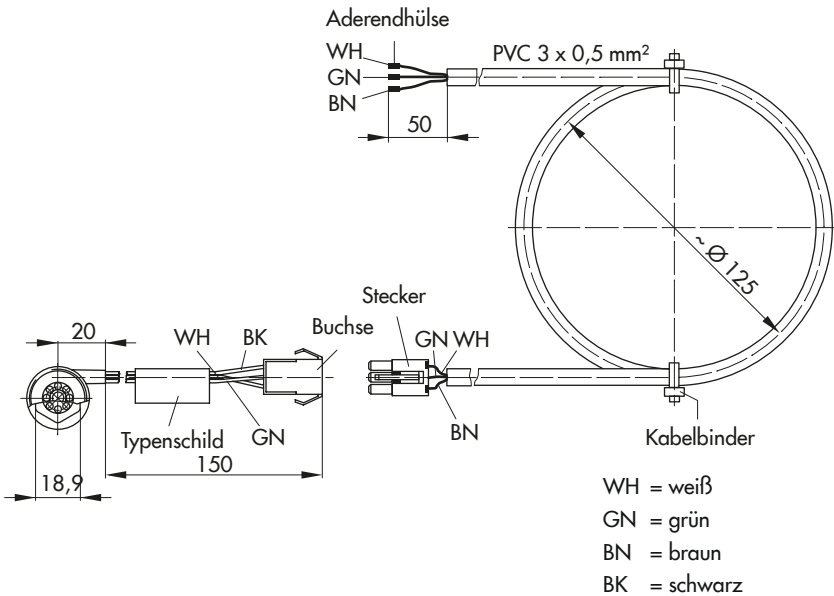

Bild 5-4: Anschluss eines Wasserströmungssensors (vgl. Zubehör im Anhang)
- Anschluss nach Bild 5-4 vornehmen.